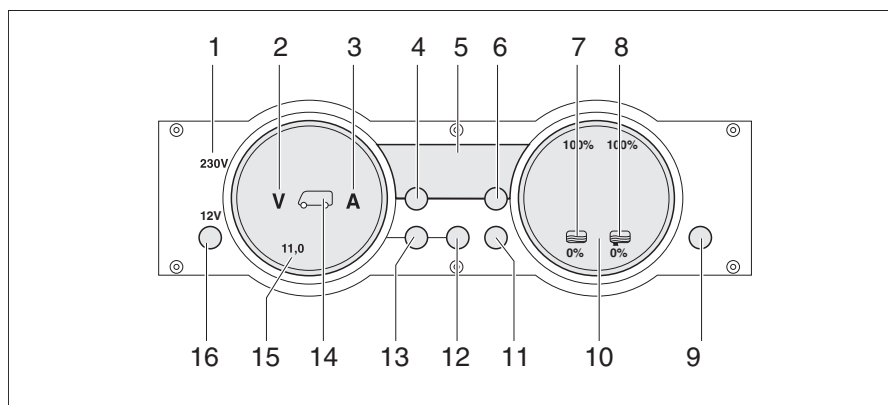

Bild 252 Panel MP 20-S
Die 230-V-Kontroll-Leuchte (Bild 252,1) leuchtet, wenn am Eingang des Elektroblocks Netzspannung vorhanden ist.
Der 12-V-Hauptschalter (Bild 252,16) schaltet das Panel und die 12-V-Versorgung des Wohnraums ein und aus.
- Taste "12 V" (Bild 252,16) kurz drücken. Die 12-V-Versorgung des Wohnraums ist eingeschaltet. Die Kontroll-Anzeige "12 V" leuchtet.
- ▷ Wenn nach dem Einschalten die LED "11,0" der Voltanzeige sowie das Symbol Volt "V" (Bild 252,2) im Anzeigeelement Batterien (Bild 252,15) blinken, dann ist die Spannung der Wohnraumbatterie zu gering. Batterie laden.
- ▷ Wenn nach dem Einschalten die Kontroll-Anzeige "12 V", das Symbol Wohnraumbatterie (Bild 252,14) und das Symbol Volt "V" (Bild 252,2) dreimal blinken, dann ist die Batterietrennung aktiviert. Batterietrennung deaktivieren.
- Taste "12 V" (Bild 252,16) kurz drücken. Die 12-V-Versorgung des Wohnraums ist ausgeschaltet. Die Kontroll-Anzeige "12 V" erlischt.
- Taste Wohnraumbatterie (Bild 252,12) drücken und ca. 10 Sekunden lang gedrückt halten. Die Symbole Volt "V" (Bild 252,2) und Ampere "A" (Bild 252,3) blinken dreimal. Die Wohnraumbatterie ist vom 12-V-Bordnetz getrennt.
- Taste "12 V" (Bild 252,16) drücken und ca. 5 Sekunden lang gedrückt halten. Das Symbol Volt "V" (Bild 252,2) blinkt dreimal. Die Wohnraumbatterie ist mit dem 12-V-Bordnetz verbunden. Die Kontroll-Anzeige leuchtet nach ca. 2 Sekunden.
- Taste Wohnraumbatterie "☰" (Bild 252,12) drücken. Das Symbol Volt "V" (Bild 252,2) leuchtet. Das Symbol Ampere "A" leuchtet je nach Ladung oder Entladung weiß bzw. rot. Die Batteriespannung und der Strom der Wohnraumbatterie werden über die LEDs im Anzeigeeinstrument angezeigt.
- Taste Starterbatterie "☰" (Bild 252,13) drücken. Das Symbol Volt "V" (Bild 252,2) leuchtet. Die Batteriespannung der Starterbatterie wird über die LEDs im Anzeigeeinstrument angezeigt.
- Taste Tanks " (Bild 252,11) drücken. Die Symbole Wassertank " (Bild 252,7) und Abwassertank " (Bild 252,8) leuchten. Die Füllstände des Wassertanks (linke Skala) und des Abwassertanks (rechte Skala) werden über die LEDs im Anzeigeeinstrument angezeigt.
Das Symbol Volt "V" (Bild 252,2) und die LED "11,0" blinken, sobald die Spannung der Batterie 11 V (Messung bei laufendem Betrieb) unterschreitet und damit Tiefentladung droht.
Das Symbol Wassertank  (Bild 252,7) oder das Symbol Abwassertank  (Bild 252,8) blinkt, wenn der Wassertank leer oder der Abwassertank voll ist.